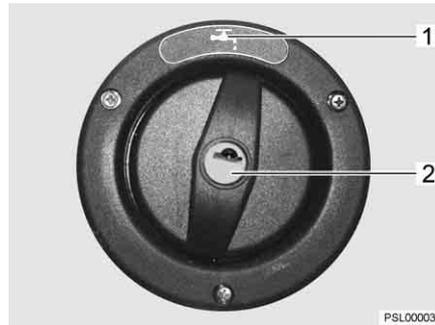

Bild 40 Verschlussdeckel für Trinkwasser-Einfüllstutzen
- ▷ Der Trinkwasser-Einfüllstutzen ist mit dem Symbol "☰" (Bild 40,1) gekennzeichnet.
- Schlüssel in Schließzylinder (Bild 40,2) stecken und entgegen dem Uhrzeigersinn drehen.